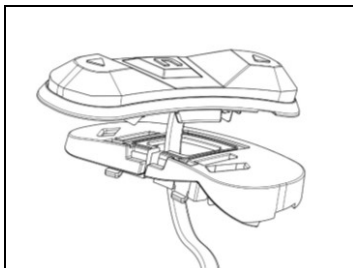

Fig. 18
- Inserire nel cavo della tastiera il supporto specifico per il proprio casco (Fig. 18).